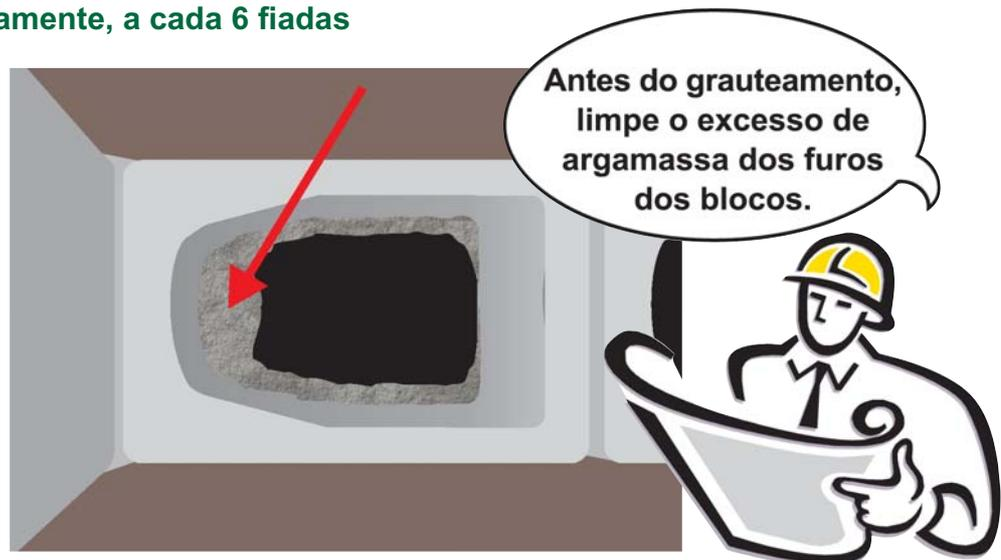

Figura 74
7.6.2. Antes do grauteamento vertical, deve-se fazer a limpeza no interior dos furos dos blocos para a retirada do excesso de argamassa de assentamento (Figura 74). Essa operação deve ser realizada, aproximadamente, a cada 6 fiadas